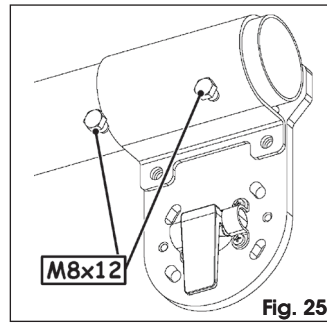

Fig. 25
2. Maak de arm verder vast met de andere twee schroeven, Fig. 25.